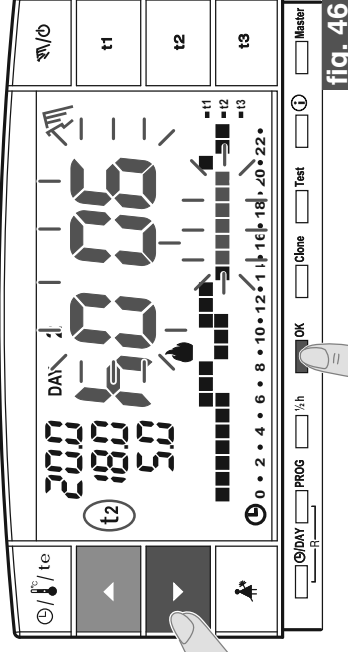

fig. 46
- Con las teclas configurar el valor deseado, luego presionar **OK** para confirmar (ejemplo fig. 46).